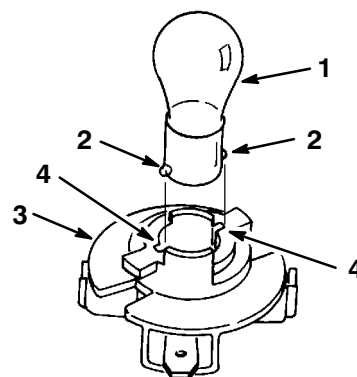

Figure 18
4. Pousser sur l'ampoule pour la tourner à fond vers la gauche (env. 1/4 tour) et la retirer de l'embase (Fig. 18).
1. Le culot de l'ampoule présente deux ergots métalliques. Aligner ces ergots face aux fentes de l'embase et insérer le culot dans la douille de l'embase (Fig. 18). Pousser sur l'ampoule et la tourner à fond vers la droite.